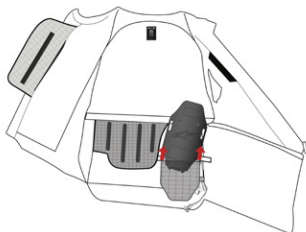

Figuur 12
2. Ga naar het vulstukhuis (4) en maak de batterijaansluiting (6) en de drukknijperaansluiting (5) los (Figuur 12).